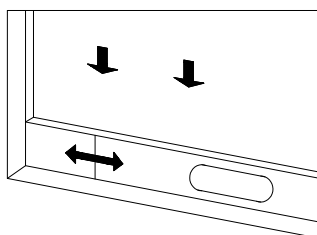
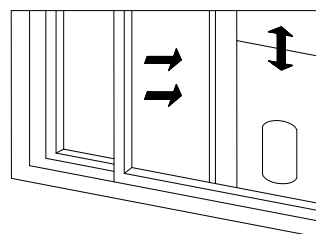

Abbildung 2
Abbildung 3
- 1) Öffnen Sie das Fenster zur Hälfte und montieren Sie die Fensterabdichtungsplattenbaugruppe am Fenster (wie in Abb. 2 und Abb. 3 dargestellt). Die Komponenten können horizontal und vertikal angebracht werden.